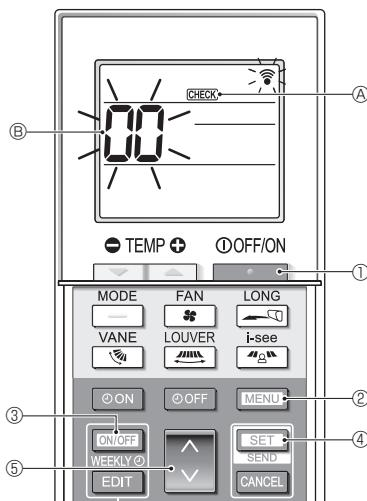

Fig. 7-6
7.3.2. Para controlador remoto inalámbrico (Fig. 7-6)
- Pulse el botón ① para detener el acondicionador de aire.
- Si el temporizador semanal está activado (se muestra **WEEKLY**), pulse el botón ③ para desactivarlo (no se muestra **WEEKLY**).
- Pulse el botón ② durante 5 segundos.
- Se muestra **CHECK** ④ y la unidad entra en el modo de autocomprobación.
- Pulse el botón ⑤ para seleccionar la dirección del refrigerante (dirección M-NET) ⑥ de la unidad interior para la que desea realizar la autocomprobación.
- Pulse el botón ④.
- Pulse el botón ①.
- CHECK** ④ y la dirección del refrigerante (dirección M-NET) ⑥ se apagan y se completa la autocomprobación.